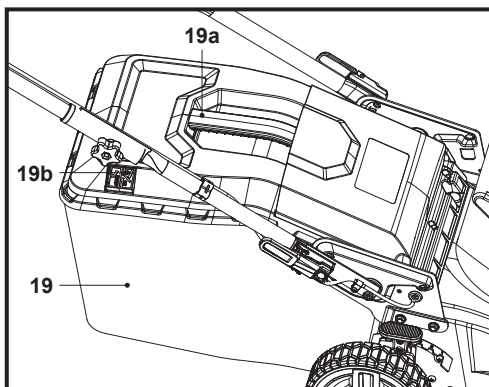

Fig. 12
1. Tant que la trappe (19b) est ouverte, le bac de ramassage (19) peut encore recueillir de l'herbe (Fig. 12).